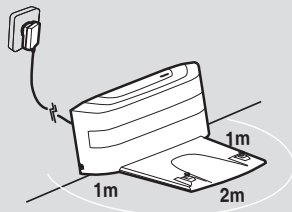

Fig. 2
Introduza o transformador eléctrico e ligue-o à estação de carregamento. [Fig. 2]
3. Não devem existir objectos na área em torno da estação base de carregamento, 2 metros na parte frontal e 1 metros em cada um dos lados. [Fig. 2]